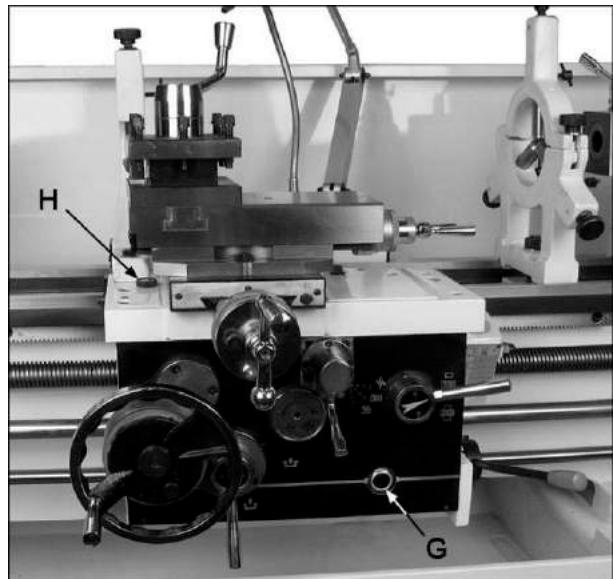

Рис.11
4. Суппорт – Уровень масла должен быть между отметками в смотровом глазке (G, Рис.11). Используйте масло с вязкостью по SAE20W. Пробка заливного отверстия суппорта (Н, Рис.11) находится слева. Для слива масла при его замене, выкрутите заглушку, расположенную снизу фартука суппорта (не показана на Рис.11).